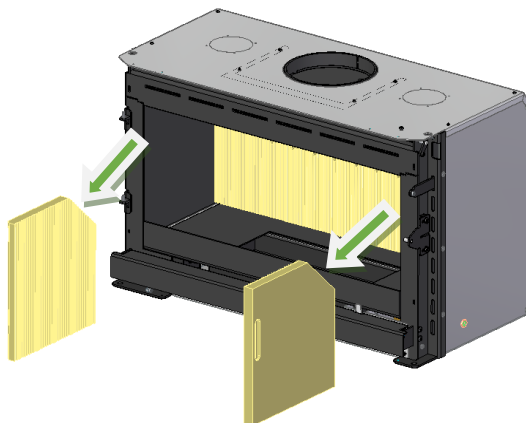

Figura 39 – Retirada de los laterales de vermiculita del equipo
3. Retire las 2 piezas de los lados, moviéndose hacia el centro del equipo y de vuelta al exterior del equipo, Figura 39.